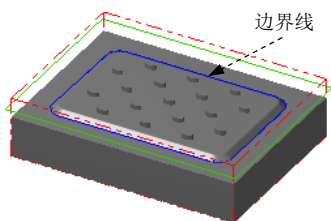
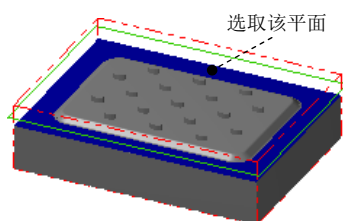

图 25.19 创建边界线
图 25.20 定义附着面
Step1. 创建图 25.19 所示的边界。选择下拉菜单 **绘图 (C)** → **曲面曲线 (V)** → **单一边界 (O)...** 命令，系统弹出“单一边界线”工具栏。选取图 25.20 所示的面为附着面（详细过程参见视频）。